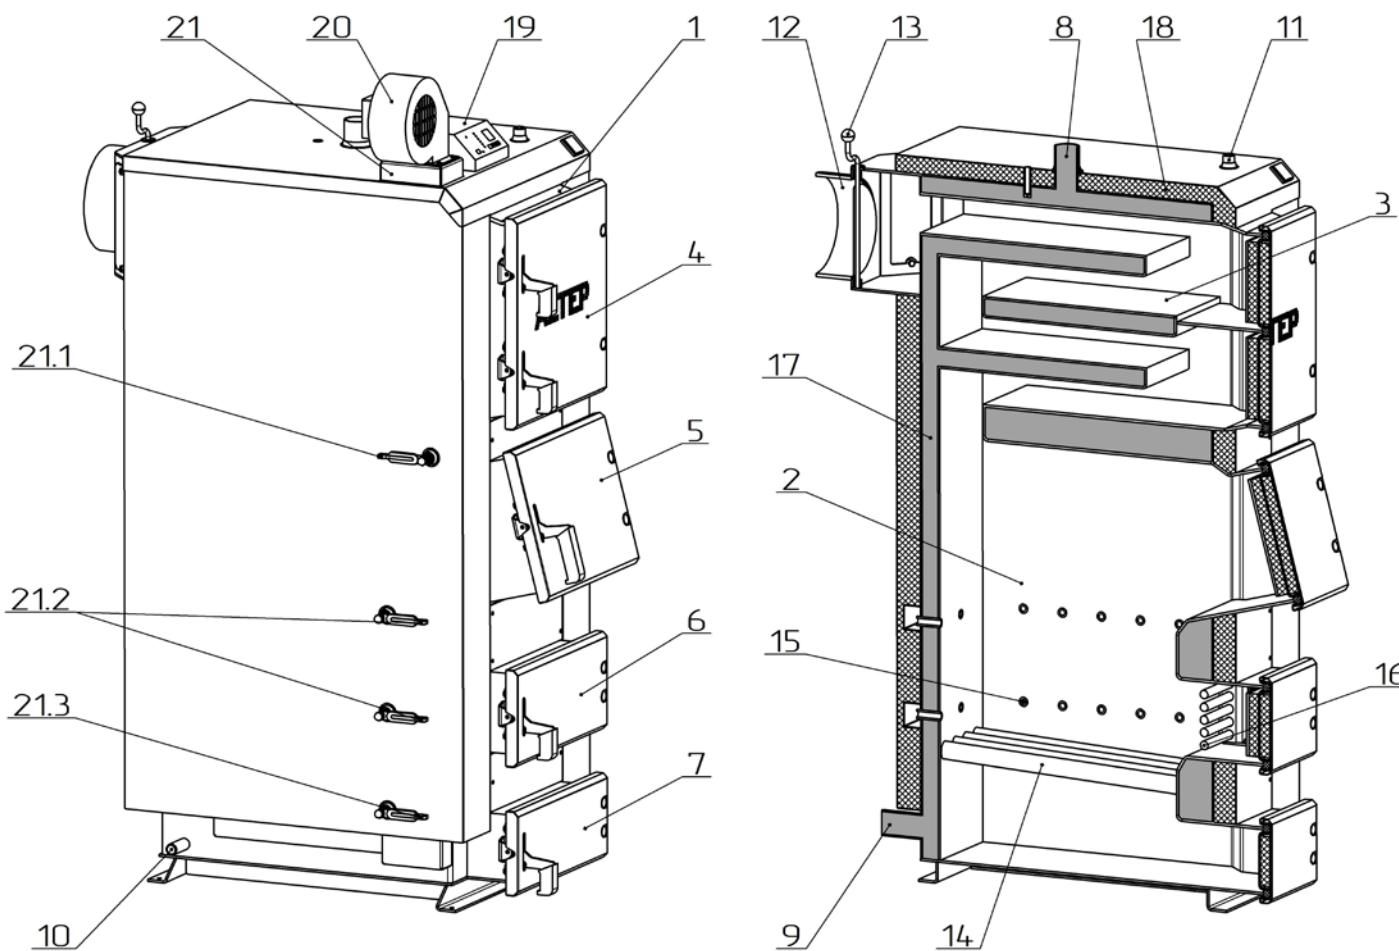

Рисунок 2 – Зовнішній вигляд та основні елементи котла
Конструктивно котел являє собою збірно-зварену конструкцію, що складається з корпуса (поз. 1, рис. 2) з камерою згоряння (топкою) (поз. 2, рис. 2). Над топкою розташована конвекційна частина котла (поз. 3, рис. 2), що являє собою високоефективний чотирьохходовий теплообмінник.
Корпус котла виконаний в формі паралелепіпеду з подвійними стінками, які розділені водними перегородками (поз. 17, рис. 2). На зовнішній поверхні корпуса під декоративною обшивкою закріплена теплова ізоляція. (поз. 18, рис. 2).
Паливо для процесу спалення завантажується на колосникові грати (поз. 14, рис. 2) крізь завантажувальні дверцята (поз. 5, рис. 2). Колосникові грати виконані з товстостінних безшовних труб по яких постійно циркулює вода з водяної оболонки котла, що унеможливлює їх прогорання. Згоряння палива в топці відбувається за участю повітря, яке постачається по каналу подачі повітря (поз. 21, рис. 2) припливним вентилятором (поз. 20, рис. 2). Кількість повітря, необхідного для процесу згоряння, регульється автоматично блоком автоматики управління (поз. 19, рис. 2).
Підведення і відвдення теплоносія здійснюється відповідно через патрубки зворотної мережної води (поз. 9, рис. 2) і прямої мережної води (поз. 8, рис. 2).
Топочні гази виходять у димохід крізь боров (поз. 12, рис. 2), розташований у задній частині котла. Боров обладнано вбудованим дросельним клапаном продуктів згоряння – шибером (поз. 13, рис. 2). У випадку надто високої тяги у димоході шибер дає можливість її знизити шляхом часткового перекривання вихідного отвору борова.
У верхній частині корпуса котла розташований штуцер (а для котлів 150...250 кВт – патрубок з фланцем Ду 50) для встановлення запобіжного клапана (поз. 11, рис. 2).
На бічній стінці корпуса у нижній її частині розміщено штуцер для зливу води з котла (поз. 10, рис. 2).
- дверцята для періодичного обслуговування (чищення) конвекційної частини котла (поз. 4, рис. 2);
- ревізійний дверцята (поз. 6, рис. 2) для періодичного чищення колосникових грат;
- дверцята зольника (поз. 7, рис. 2).